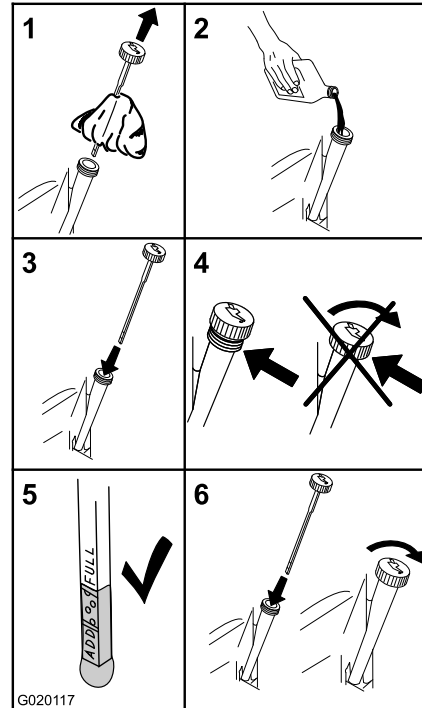

Figura 33
4. Vierta lentamente un 80% aproximadamente del aceite especificado por el tubo de llenado, luego añada lentamente el resto del aceite hasta que llegue a la marca **Full** (Figura 33).